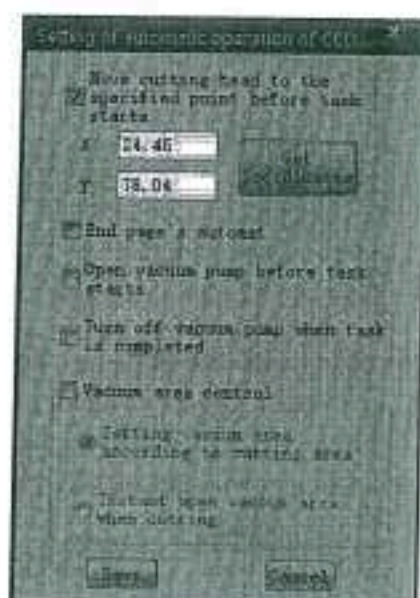

Рисунок 30.
4. Нажмите на «More» («Дополнительно») в «Output settings» («Настройки вывода»). Затем откройте «Setting of automatic operation» («Настройки автоматической работы»). Поставьте отметку в кнопку-флажок «Move cutting head to the specified point before task starts» («Переместить режущую головку в указанную точку перед началом выполнения задачи») и нажмите на «Get coordinates» («Получить координаты»). Затем нажмите на «Save» («Сохранить») и «Exit» («Выйти»). Смотрите Рисунок 30.